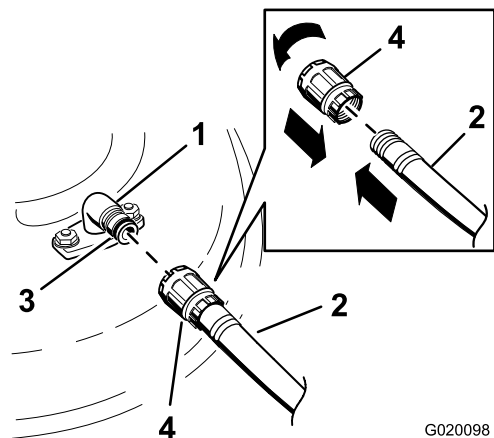

Figura 72
- Conecte el acoplamiento de la manguera al extremo del conector de lavado del cortacésped, y abra el grifo al máximo (Figura 72).